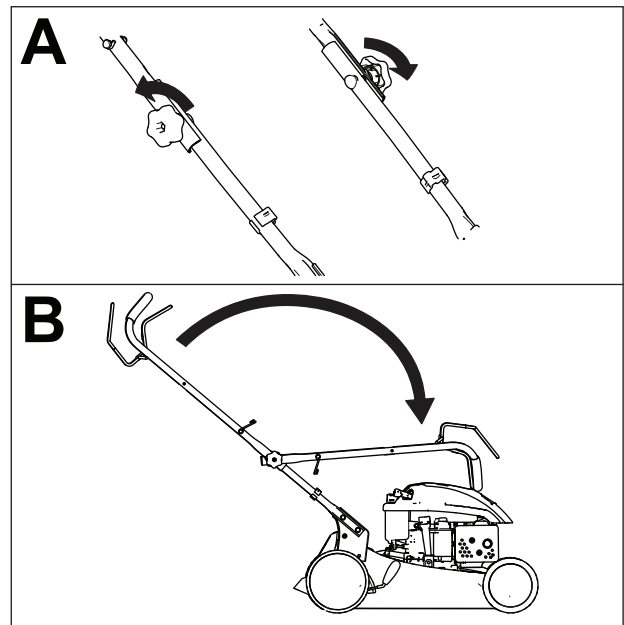

Bild 19
1. Lösen Sie die zwei Holmhandräder (Bild 19).